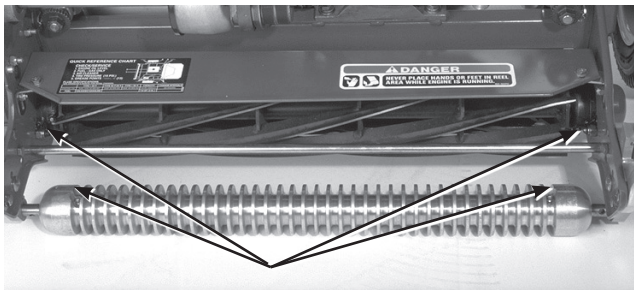

図24
- ・ 前ローラ (2ヶ所) (図24)
- ・ 後ベアリング (2ヶ所) (図24)